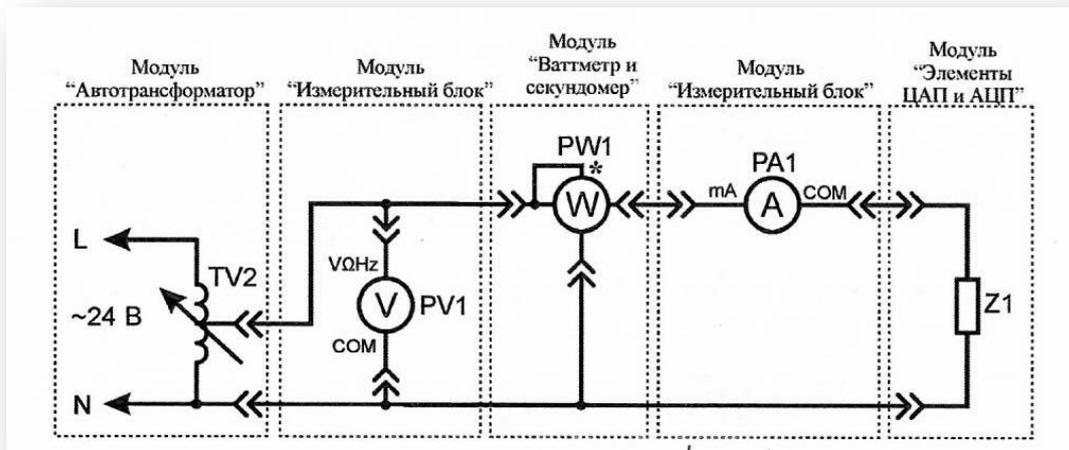

Рис. 27. Схема электрическая соединений лабораторных модулей для измерения мощности в цепи однофазного переменного тока
2. Согласно схеме (рис. 27) выполнить электрические соединения модулей для измерения мощности. **Монтаж схемы производить при отключенном питании.**
Подключить нагрузочный резистор  $R_{HI}$  модуля «Элементы ЦАП и АЦП» в качестве сопротивления  $Z1$  (рис. 27).